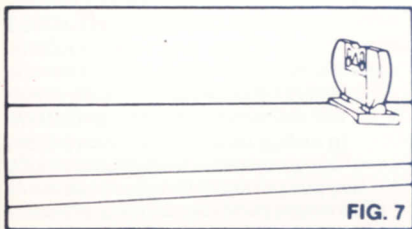

FIG. 7
**SIGHT ADJUSTMENTS** — Your gun can be adjusted to shoot higher by loosening the two small screws on the back of the leaf and moving the blade up one or more lines. In order to shoot lower, the blade can be lowered. Retighten the screws when finished with adjustment. (Figure 7).
**REGLAGE DE LA HAUSSE** — Pour le réglage vertical du tir il suffit de desserrer les deux (2) petites vis situées à l'arrière de la hausse et faire glisser la planchette de la hausse d'une ou de plusieurs lignes vers le haut pour tirer plus haut, ou vers le bas pour tirer plus bas. Resserrez les vis (Fig. 7). Pour le réglage horizontal procédez comme suit: pour tirer plus à droite, déplacez la hausse vers la droite en donnant des petits coups de marteau sur l'embase de la hausse (utilisez de préférence un marteau en fibre ou en laiton pour ne pas la rayer ou la déformer). Pour obtenir un tir plus à gauche, procédez en sens contraire.